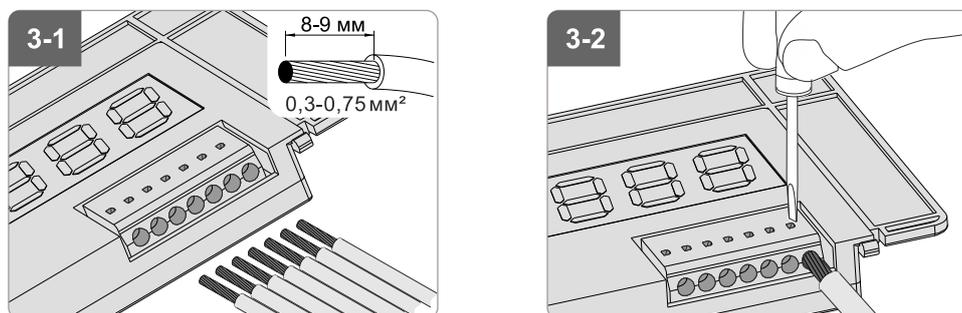
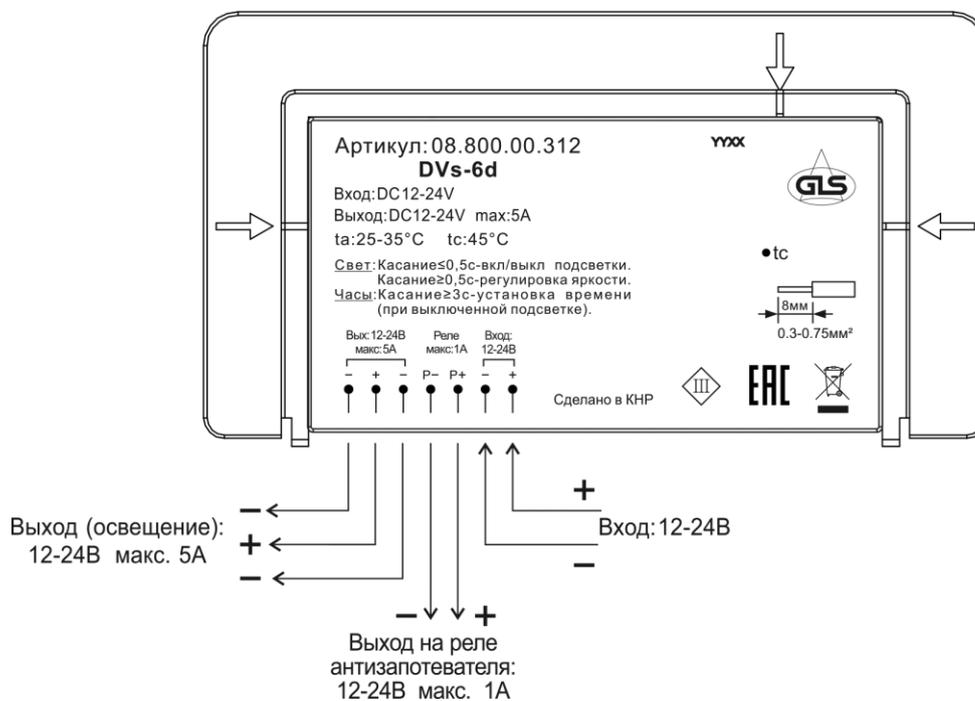

Рис. 3
Рис.4
- Подключите провода к источнику питания, светодиодному источнику света и к реле антизапотевателя (Рис. 3). Назначение и полярность контактов сенсорного выключателя указаны на Рис. 4.
- Выходы «Реле» Р+ и Р- (Рис.4) служат для подключения внешнего реле, предназначенного для подключения обогревателя зеркала.